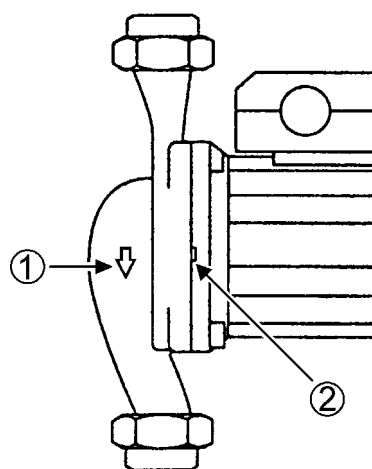

Рис. 4
- Стрелка на корпусе насоса показывает направление потока (рис. 4, поз. 1)
- **ВНИМАНИЕ!** Если требуется изоляция системы, то изолируется только корпус насоса. Двигатель, клеммная коробка и фланец двигателя (рис. 4, поз. 2) должны оставаться открытыми.